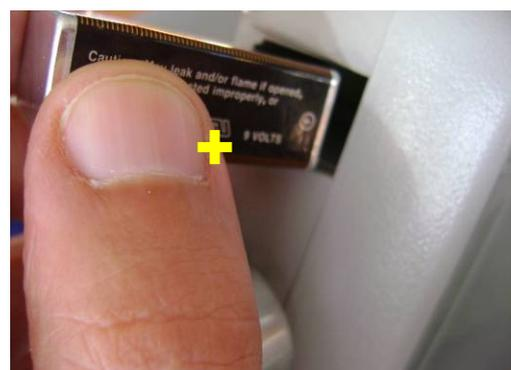

Abbildung 2: Polarität der Batterie
- Die neue Batterie einlegen und dazu fest in ihren Sitz drücken. Abbildung 2 oder den Aufkleber im Batteriefach beachten.